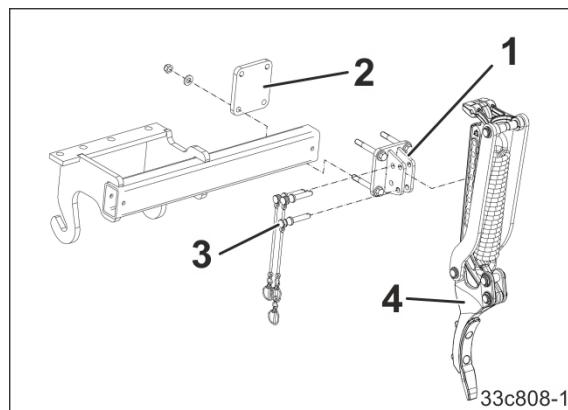

Bild 80
- 1.1 Skruva fast spårluckramas fäste (Bild 80/1) med klämplattan (Bild 80/2) på monteringsramen.
- 1.2 Fäst spårluckraren (Bild 80/4) med bulten (Bild 80/3) högst upp och säkra med en låssprint.